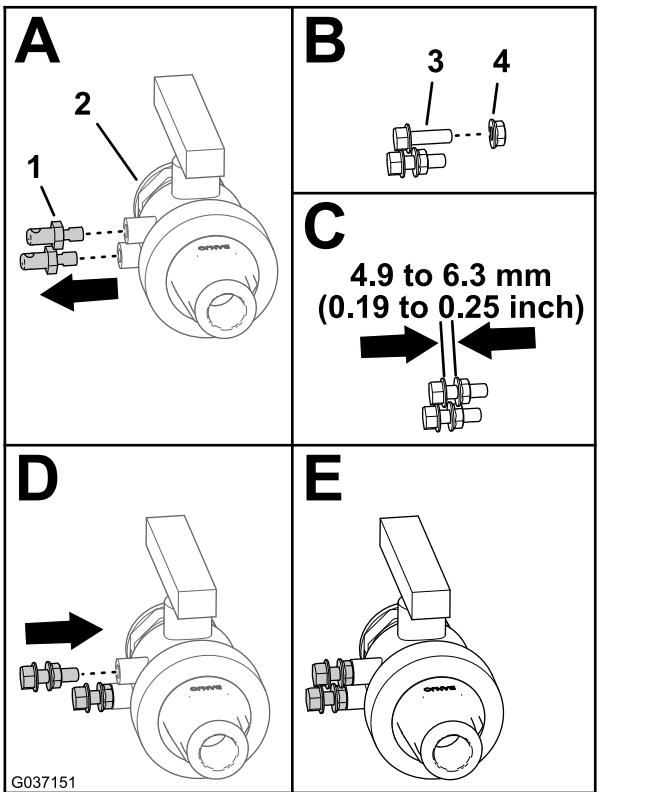

図 15
2. 図 15のBとCに示すように、フランジヘッドボルト5/16 x 1 インチ2本にフランジナット5/16インチを取り付ける。